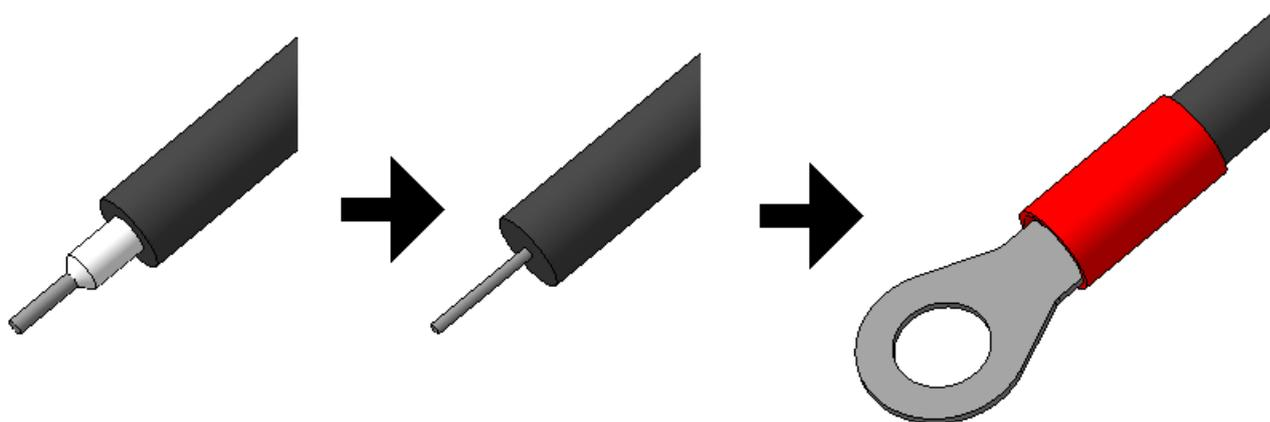

Рисунок 2.4.3 – Замена наконечника высоковольтного провода.
6. Заменить втулочный наконечник у высоковольтного провода на кольцевой наконечник, для этого: откусить втулочный наконечник, конец провода освободить от изоляции на длину (8±2)мм, припаять кольцевой наконечник НКИ7.934.049, изолировав место пайки с помощью термоусадочной трубки (см. рисунок 2.4.3).
4. Заменить втулочный наконечник у высоковольтного провода на кольцевой наконечник, для этого: откусить втулочный наконечник, конец провода освободить от изоляции на длину (8 ± 2) мм, припаять кольцевой наконечник НКИ7.934.049, изолировав место пайки с помощью термоусадочной трубки (см. рисунок 2.4.3).